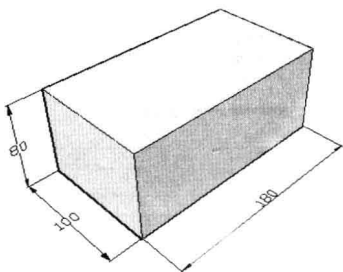
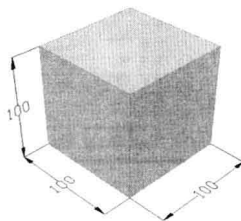

图 8-2-1
图 8-2-2
(1) 在“建模”面板中单击“长方体”按钮，命令行提示“指定第一个角点或 [中心 (C)]”，在视图中单击，确定长方体底面第一个角点的位置。
(2) 命令行提示“指定其他角点或 [立方体 (C) / 长度 (L)]”，输入“@180, 100”，按 Enter 键，确定长方体底面对角点的位置。
(3) 命令行提示“指定高度或 [两点 (2P)] <45.0470>”，输入“80”，按 Enter 键。
(4) 在“视图”面板中单击“视图选择栏”，在弹出的列表中选择“西南等轴测”，从西南方向观察长方体，如图 8-2-1 所示。
(5) 单击“长方体”按钮，在视图中单击，确定长方体底面第一个角点的位置。
(6) 命令行提示“指定其他角点或[立方体 (C) / 长度 (L)]”，输入“c”，按 Enter 键。
(7) 命令行提示“指定长度 <0.0000>”，输入“100”，按 Enter 键。创建的立方体效果如图 8-2-2 所示。